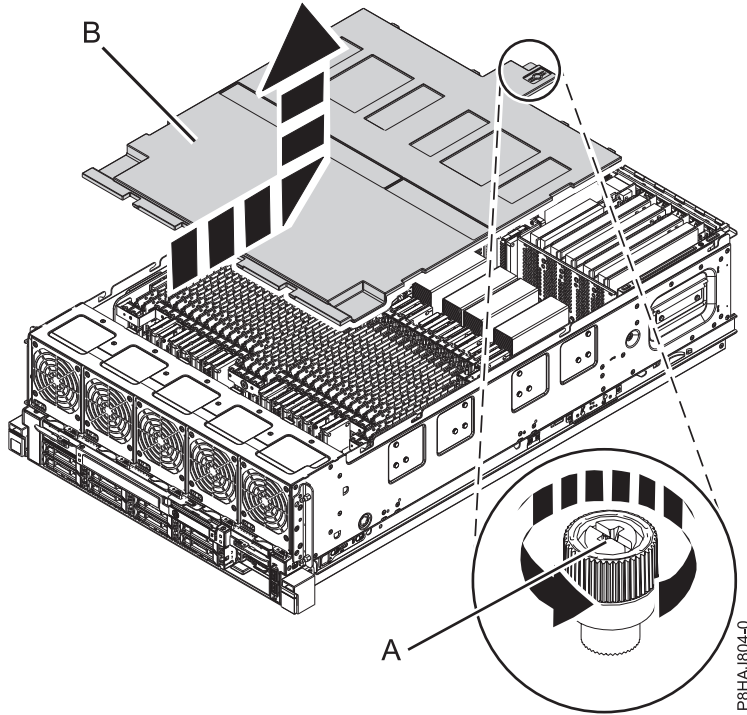

Figure 20. Retrait du capot de sécurité
2. Desserrez la vis moletée (A) située à l'arrière du capot en la tournant dans la direction illustrée dans la figure 20, à la page 50.
3. Faites glisser le capot de sécurité (B) vers l'arrière du système. Une fois l'avant du capot dégagé du bord supérieur du châssis, soulevez et retirez le capot.